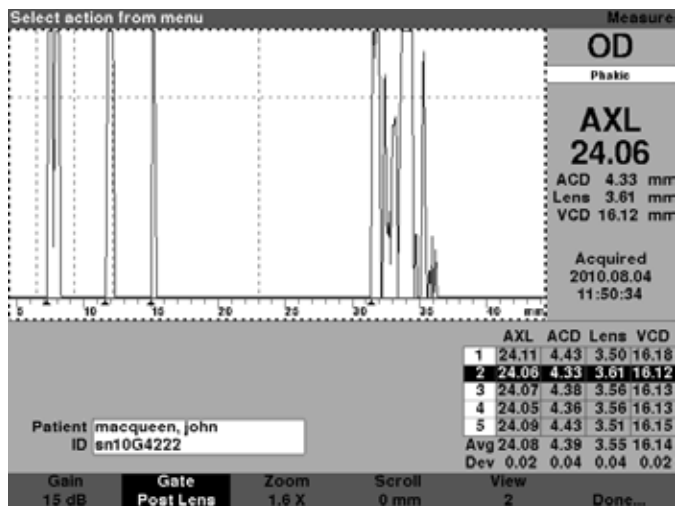

Figura 6-8 Menú de revisión de forma de onda activado
2. Presione el control giratorio o el botón $\sqrt{\quad}$ para activar el área de la forma de onda actual, indicada con el borde punteado, como se muestra en la Figura 6-8.
1. Presione el botón debajo de las selecciones de Gate (Ventana) hasta que se muestre “Gate Cornea” (Ventana de la córnea), como se ilustra en la Figura 6-8.